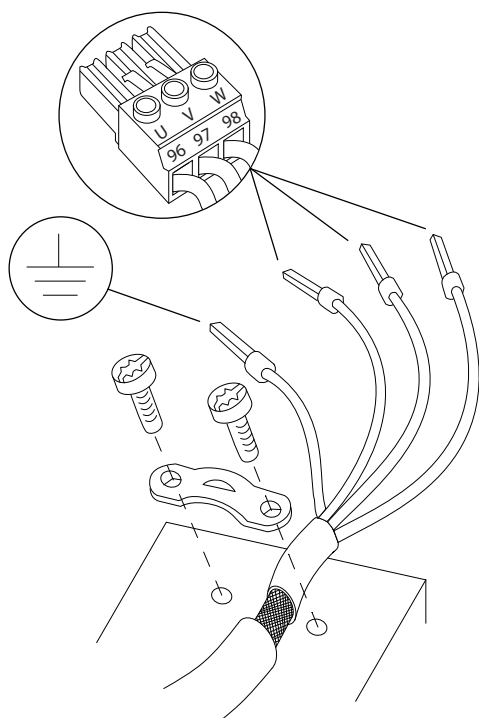

Bild 4.6 Motoranslutning
3. Anslut jordningsledningen till närmaste jordningsplint, i enlighet med jordningsinstruktionerna i *kapitel 4.3 Jordning*, se Bild 4.6.
4. Anslut trefasmotorkablarna till plint 96 (U), 97 (V) och 98 (W), se Bild 4.6.